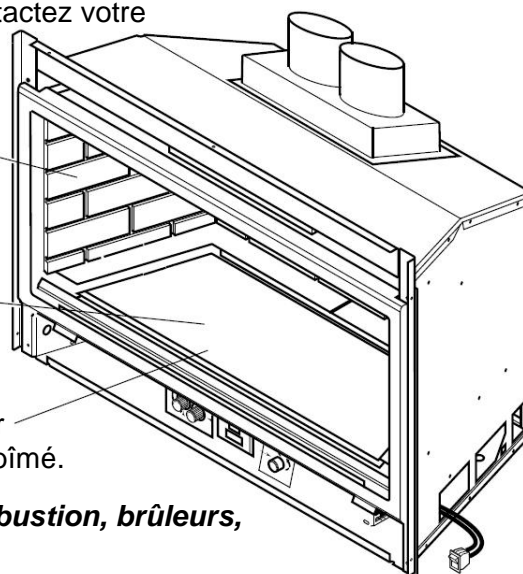

Figure 21 – Vérification des orifices de combustion, brûleurs, parois et plafond de l'appareil.
4. Examiner le brûleur et les orifices de combustion. Inspecter les éléments suivants. Voir Figure 21 :